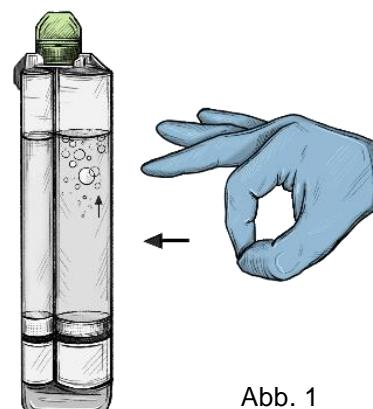

Abb. 1
1. Nehmen Sie die Spritze mit Klebstoff, Kolben und Applikatorspitzen aus der Verpackung. Halten Sie die Spritzen spitze aufrecht und klopfen Sie mehrmals auf die Spritzenkammer, damit die Luftblasen in der Lösung an die Oberseite der Spritze steigen (Abb. 1).